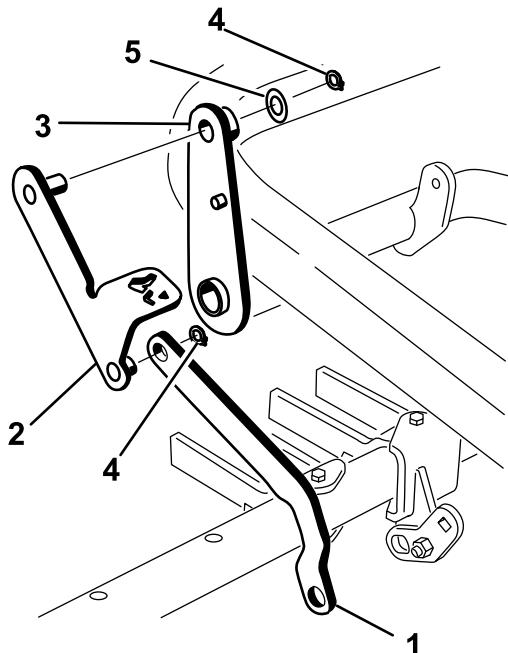

Figura 15
del pedale e fissatela con un anello di ritenuta (Figura 15).
4. Inserite la colonnetta all'altra estremità del gruppo leva del pedale nella parte superiore del gruppo leva e fissatela mediante una rondella (7/8") e un anello di ritenuta (Figura 15).